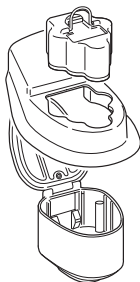

Figure 3 – Installer la batterie
5. Tout en alignant le profil du boîtier de la batterie avec la gaine de transfert et l'ouverture de la chambre, placer la batterie non stérile dans la chambre (Figure 3).